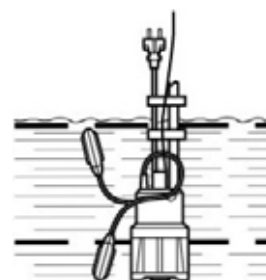

Fig. 3
- > Attachez une corde à la poignée [1] puis faites descendre l'appareil lentement dans le réservoir. Afin que l'interrupteur à flotteur [8] puisse se déplacer librement (Fig. 3), les dimensions minimales du réservoir doivent être de 40x40x50cm.